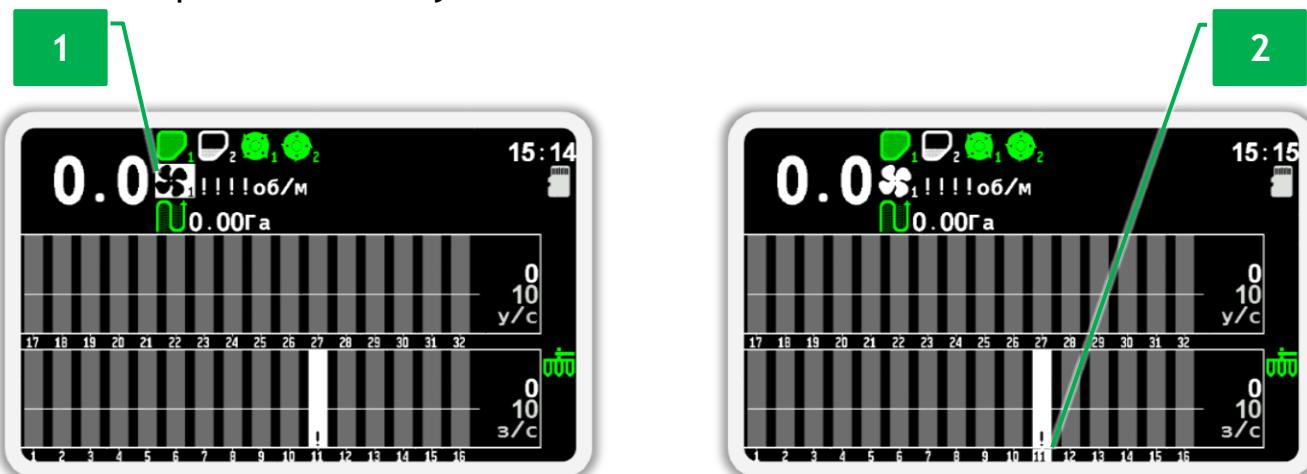

Рисунок 22 Пример выбранных датчиков: 1 - выбран датчик контроля вентилятора, 2 - выбран датчик высева №11 (белый фон у номера датчика)
2. Нажимайте кнопку «Вниз» (или «Вверх») до тех пор, пока не выберите снятый с контроля датчик. Примеры выбранных датчиков изображены на Рисунок 22.